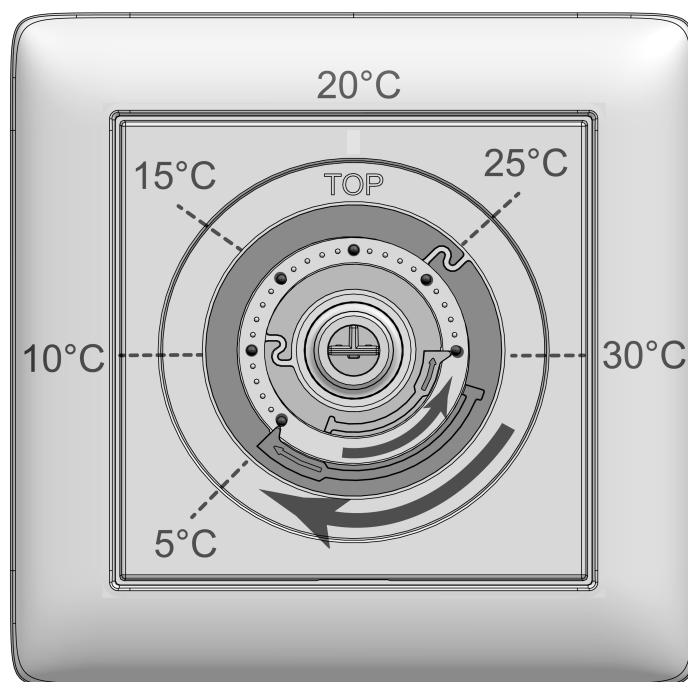

Bild 4: Inställningsringar för temperaturbegränsning
I mittläget reglerar enheten till ca 20 °C börtemperatur. Den lägsta börtemperaturen är ca 5 °C och den högsta börtemperaturen ca 30 °C (se bild 4).
- Dra av manövreringsknappen (4) från centralplattan (3) så att inställningsringarna (6) syns (se bild 4). Temperaturvärdena på bilden visas i illustrations-syfte.